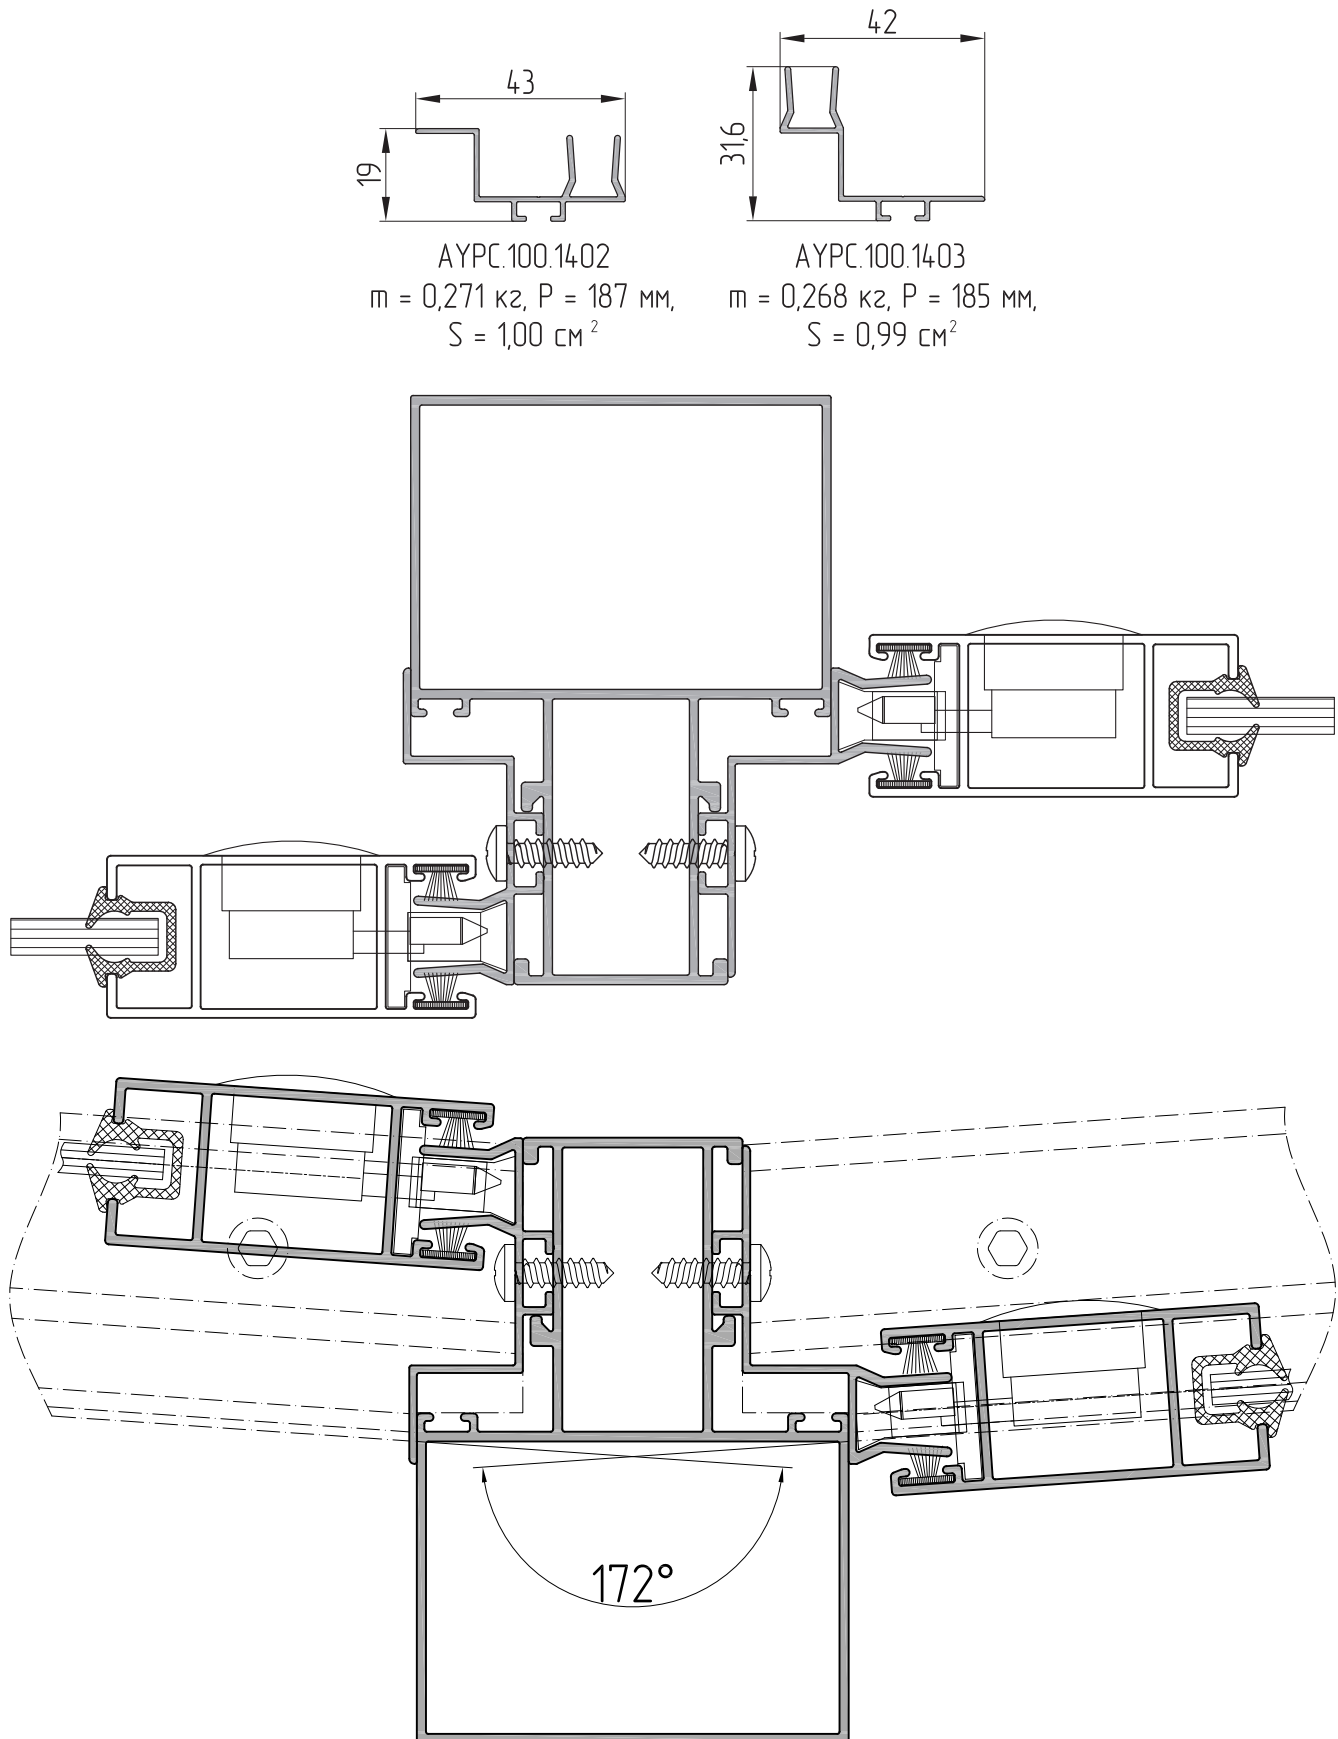

Рис. 16.7
Геометрия профилей торцевого притвора позволяет интегрировать створки раздвижных конструкций в витраж с углом поворота на стойке $\pm 8^\circ$ (рис. 16.7).
- интеграция в соседние проемы (рис. 16.7);
- интеграция в проемы витражей с углом поворота на стойке $\pm 8^\circ$ (рис. 16.7).